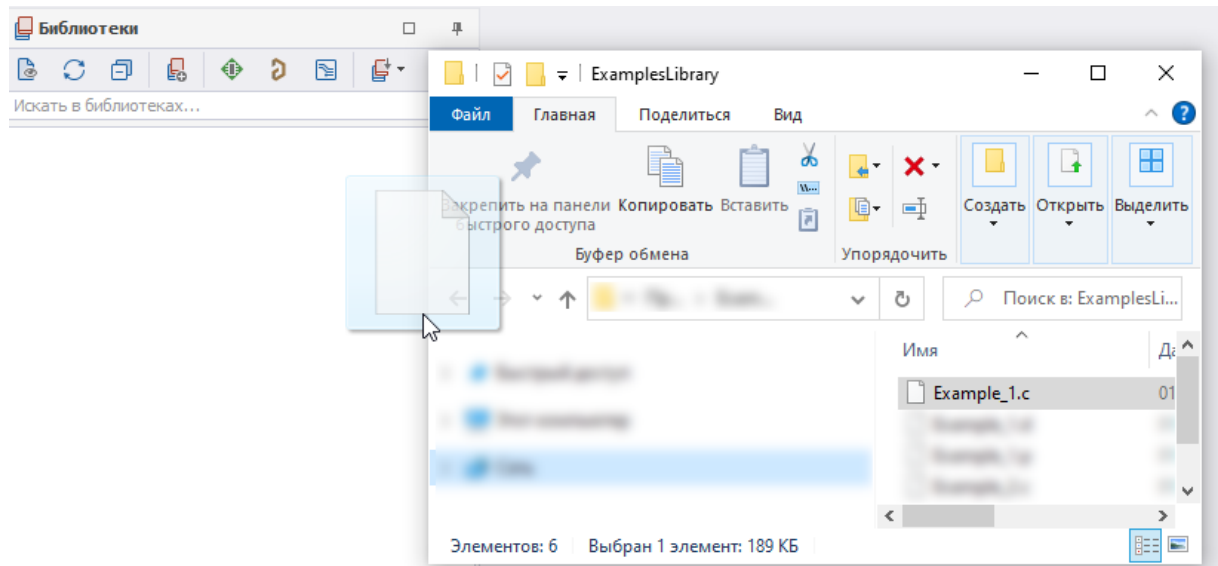

Рис. 1 Добавление библиотеки способом "drag and drop"
1. Перетащите файл из окна проводника в панель «Библиотеки», см. Рис. 1.